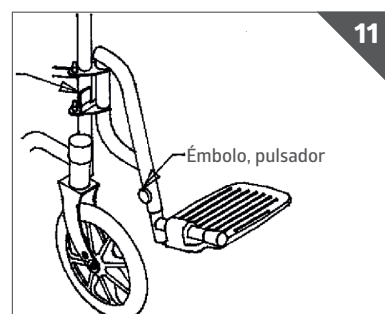

Figure 11
1. Afloje el émbolo tirándolo hacia afuera (Fig. 11).